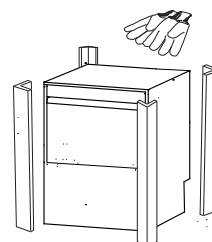

Abb. 1
- 1- Benutzen Sie bei der Entfernung der Geräteverpackung immer Schutzhandschuhe. (Abb. 1)